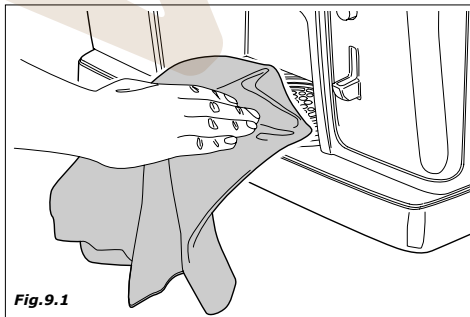
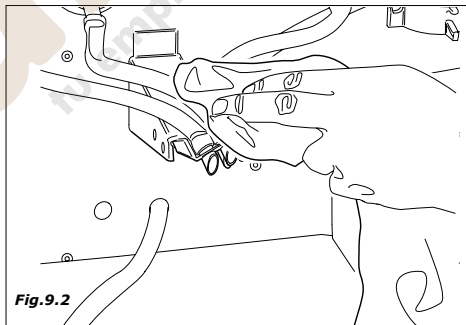

Fig. 9.1
Fig. 9.2
- limpiar todas las partes visibles de la zona de recepción de vasos (Fig. 9.1 e Fig. 9.2)